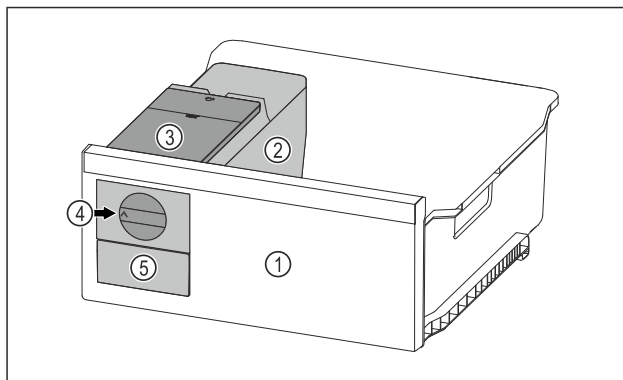

Fig. 212 Immagine a titolo di esempio
- Ruotare la manopola Fig. 212 (4) verso destra finché non si arresta.
- I cubetti di ghiaccio cadono dalla ciotola dei cubetti di ghiaccio nel cassetto dei cubetti di ghiaccio Fig. 212 (5). Se non tutti i cubetti di ghiaccio fuoriescono dalla ciotola dei cubetti di ghiaccio: